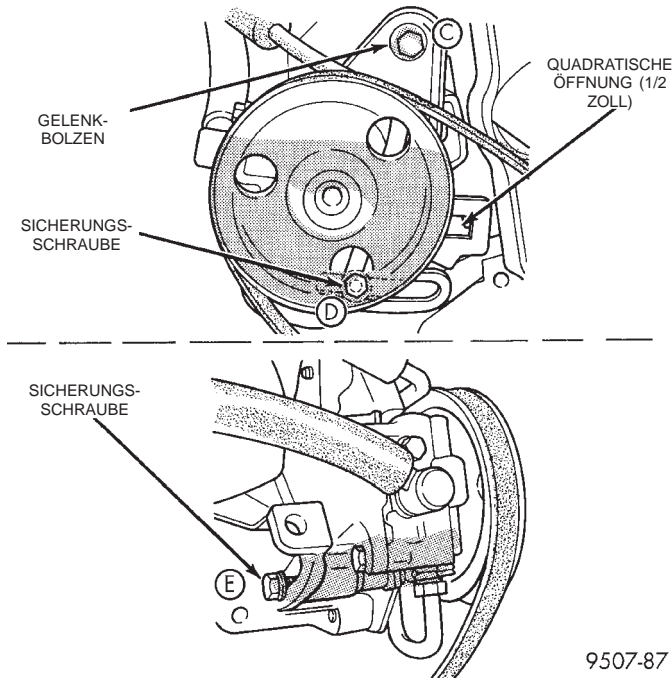

Abb. 37 Antriebsriemen der Servopumpe einstellen
(1) Von der Fahrzeugoberseite her den Gelenkbolzen C lösen.
(2) Von der Fahrzeugunterseite her die Sicherungsschrauben D und E lösen (Abb. 37).
(4) Die Sicherungsschraube D mit einem Anzugsmoment von 54 N·m (40 ft. lbs.) festziehen (Abb. 37).
(5) Sicherungsschraube E und Gelenkbolzen C mit einem Anzugsmoment von 54 N·m (40 ft. lbs.) festziehen.